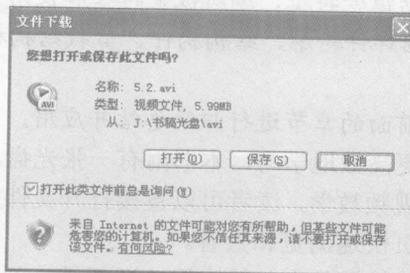

图 2
(2) 在打开的“文件下载”对话框中单击“打开”按钮，系统会自动调用默认的播放器播放教学视频，如图 2 所示。